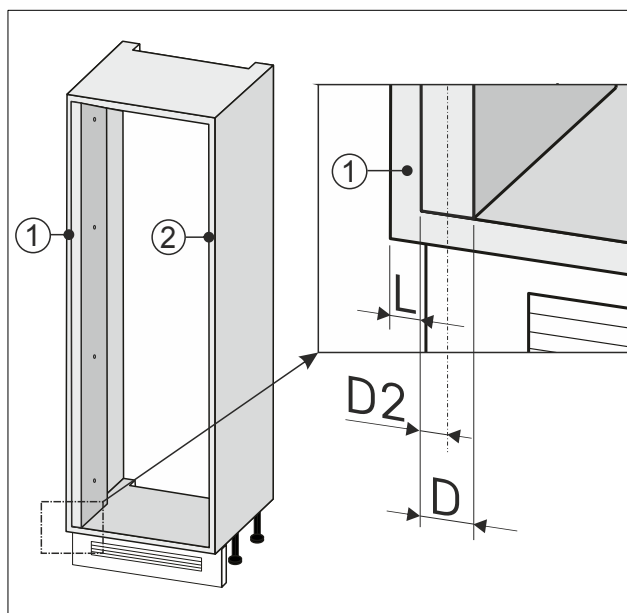

Fig. 90
- Poznamenejte si poloviční šířku Fig. 90 (D2) stěnového vyrovnání.